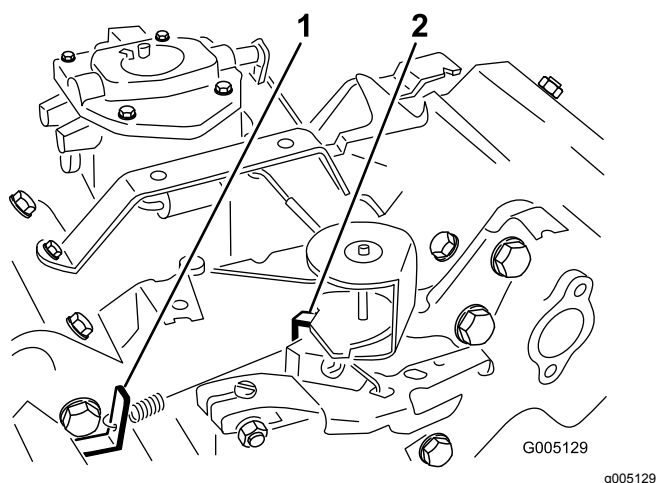

Figure 48
3. Courbez la languette d'ancrage du ressort de ralenti réglé (Figure 48) pour obtenir un régime de ralenti de $1\,650 \pm 100$ tr/min. Vérifiez le régime avec un compte-tours.
5. Réglez la commande d'accélérateur en position haut régime. Pliez la languette d'ancrage du ressort de haut régime (Figure 48) pour obtenir un haut régime de $2\,850 \pm 50$ tr/min.